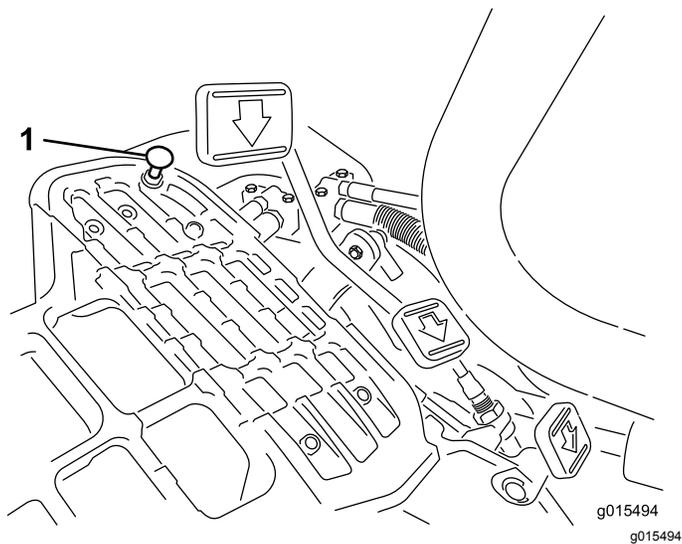

図 39
モードレバーを移動走行位置にセットし、ペダルを一杯に踏み込めば最高速度となります。ケーブルに張力が掛かる前にペダルがストップ 図 39 に当たる場合には調整が必要です。
1. モードレバーを移動走行位置にセットし、ペダルストップを固定しているロックナットをゆるめる図 39。